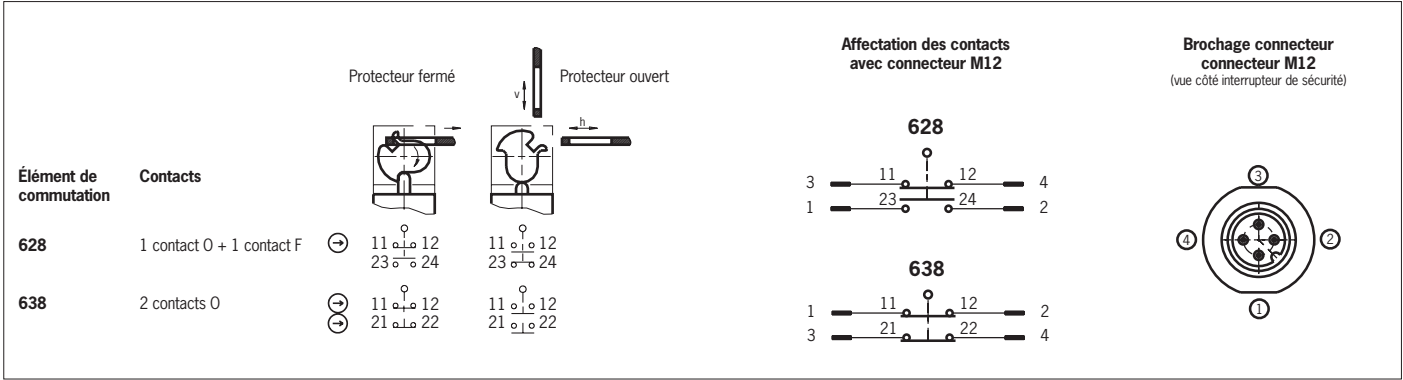

Fig. 4 : Éléments de commutation et fonctions de commutation
3. Effectuer le raccordement et serrer les bornes au couple de 0,5 Nm (affectation des contacts, voir Fig. 4).